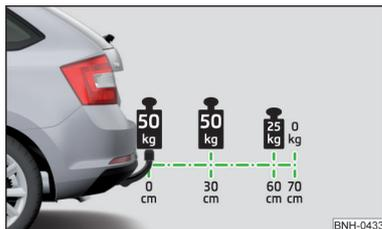

Fig. 147
**La resistencia máxima permitida** de cabeza esférica del dispositivo de remolque es de **70 cm** » **fig. 147**.